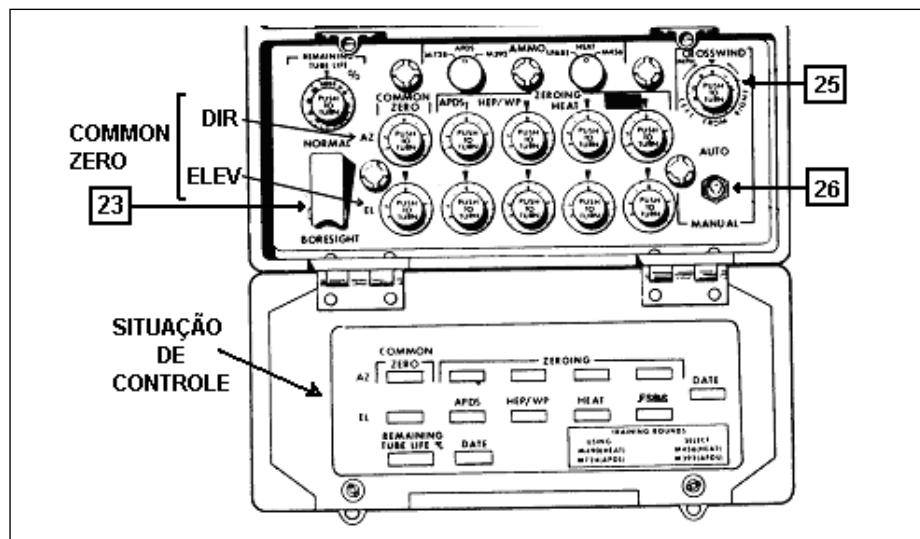

Fig 4-59. Parte inferior da unidade de controle do atirador
2) Anotar a situação do controle AZ ZEROING na unidade de controle do At (Fig 4-59) para a munição a ser disparada. Adicionar esta situação para o controle de azimute comum (AZ COMMON ZERO) que for selecionado.
(j) Ajuste zero durante o combate. (Fig 4-59)